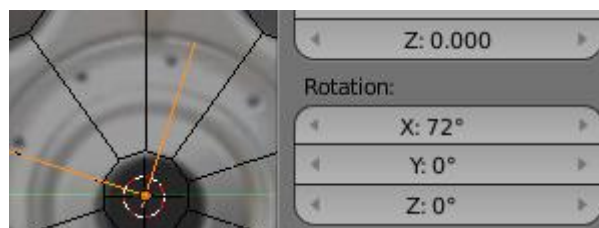

Figura 5.9
4. Rode o Empty de 72° (no presente exemplo, dado que $360/5=72$), figura 5.9.